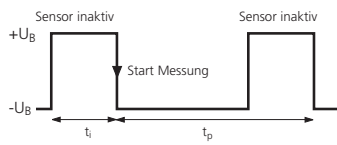

Abb. 3: Externes Synchronisationssignal
- Hierzu ist am Sync-Eingang aller Sensoren ein Rechtecksignal mit Pulsbreite  $t_i$  und Wiederholrate  $t_p$  anzulegen (Abb. 3 und technische Daten).